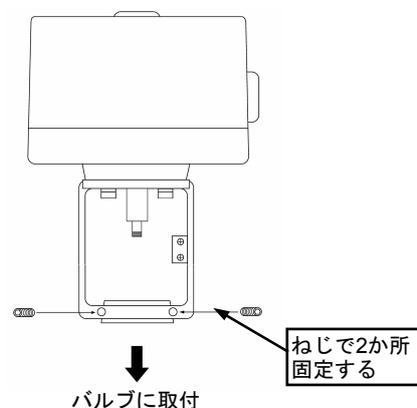

図5
- (3) アクチュエータと一体にしたヨークをバルブに組み付け、六角穴止めねじ(M8×25)2本で六角レンチ(M5用)を使用し、固定します(図5参照)。